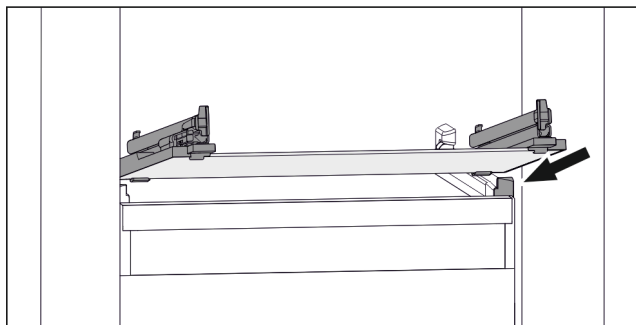

Fig. 64 Príklad zobrazenia sklenenej dosky
- ▶ Nasadte sklenenú dosku šikmo za zarážkami. (pozri Fig. 64)